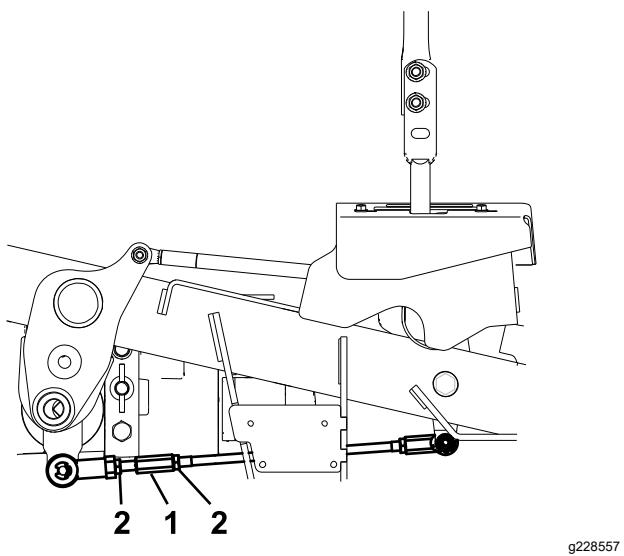

Figura 64
10. Ajuste la longitud de las varillas de control de las bombas girando las tuercas dobles de la varilla en el sentido apropiado, hasta que las ruedas se muevan ligeramente en marcha atrás (Figura 64).